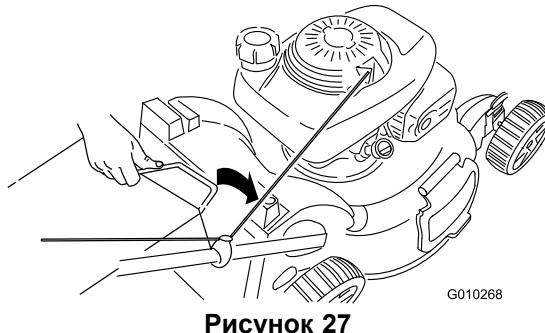

Рисунок 27
- Вставьте ручку мешка для травы в канавки на верхней части газонокосилки (Рисунок 27).